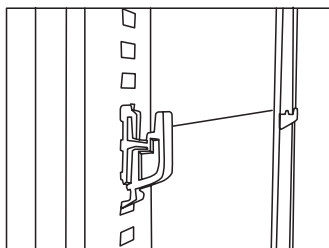

fig. 9A
2. Placer hyldeknægten i den ønskede højde (fig. 9A).